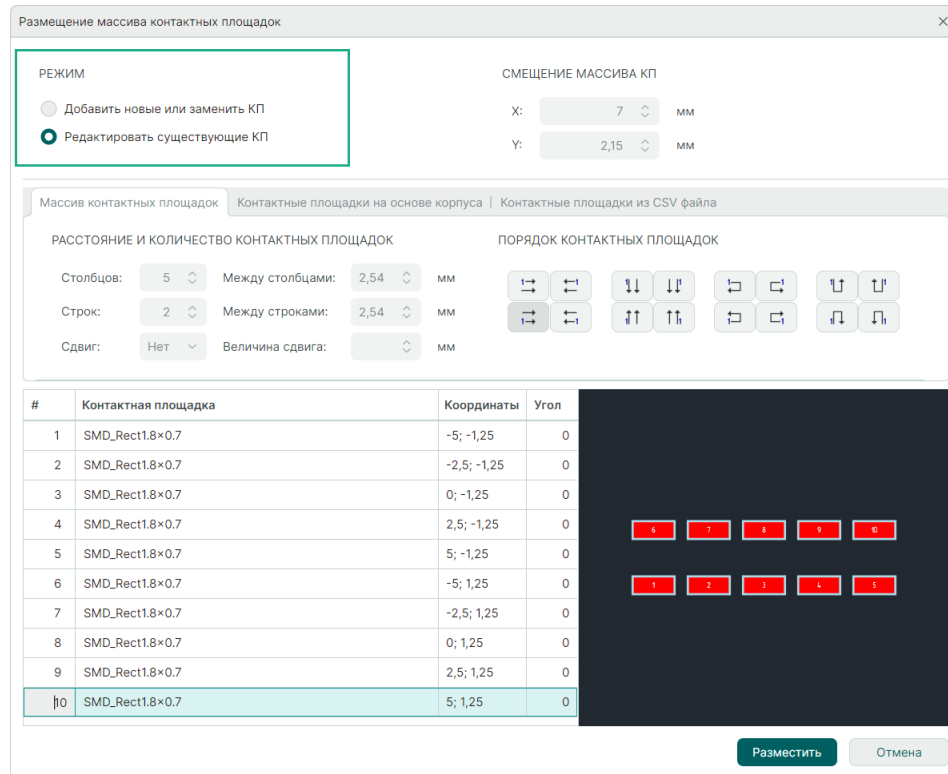

Рис. 118 Переключатель режима для массива контактных площадок
1. Установите режим «Редактировать существующие КП», см. Рис. 118.